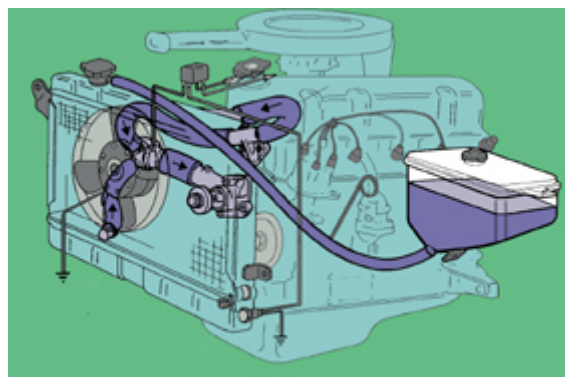

Fig. 9
- **Sistema de refrigeración (fig. 9)**